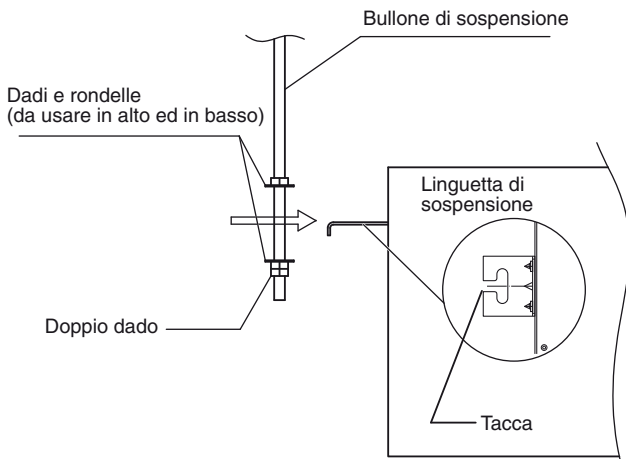

Fig.3-5
- (3) Avvitare i 3 dadi esagonali e le 2 rondelle (non in dotazione) su ciascuno dei 4 bulloni di sospensione (Fig. 3-5 e 3-6). Usare un dado ed 1 rondella per la parte superiore, e 2 dadi e 1 rondella per la parte inferiore in modo che quest'unità non cada dalle linguette di sospensione.